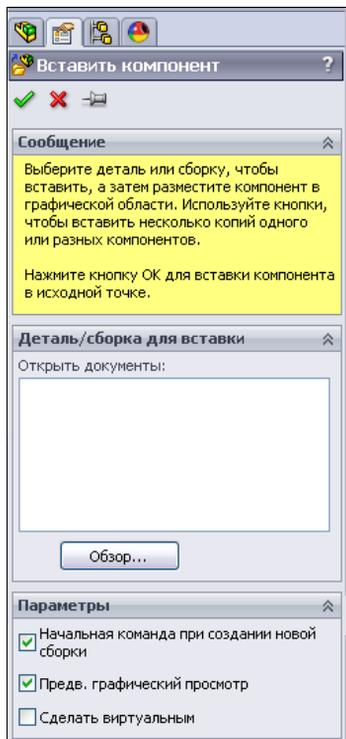
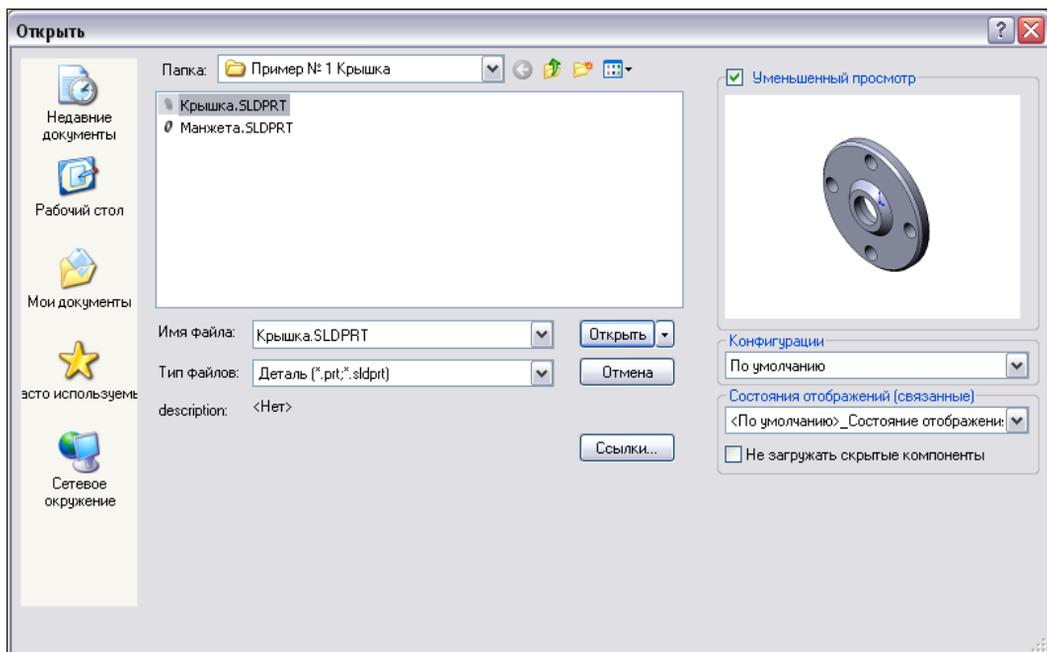

Рис. 6.5
Рис. 6.17
В результате на экране откроется окно **Вставить компонент** (рис. 6.5). В поле **Открыть документы**, используя кнопку **Обзор**, найдем файл с нужной деталью для размещения в сборке.
1. Поместим в сборочное пространство деталь Крышка, для этого активизируем команду меню **Вставка | Компонент | Из файла** или воспользуемся кнопкой  — **Вставить компоненты** панели инструментов **Сборка**. В открывшемся окне **Вставить компонент** (см. рис. 6.5) нажмем кнопку **Обзор**, выберем в рабочем каталоге файл `Крышка.SLDPRT` и нажмем кнопку **Открыть** (рис. 6.17).